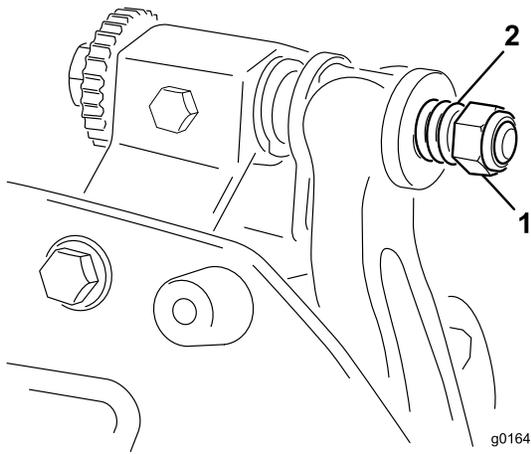

Figura 26
6. Apriete la tuerca de tensado del muelle hasta que el muelle esté comprimido del todo, luego aflójela 1/2 vuelta (Figura 26).